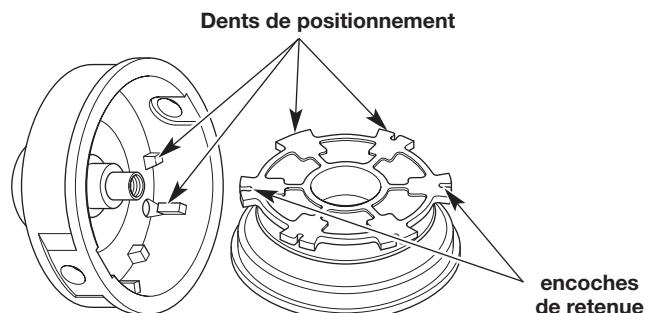

Fig. 15
6. Vérifiez l'état d'usure des dents de positionnement et des encoches de retenue (Fig. 15). Le cas échéant, enlevez les ébarbures ou replacez l'enrouleur intérieur et la bobine extérieure.